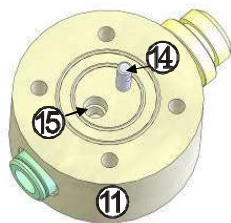
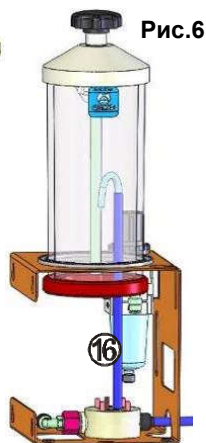

Рис.5
Рис.6
### 6.3.5 замена приемного штуцера (14), шайбы (11) (рис.5,6), для чего:
- заменить вышедшие из строя штуцер и/или шайбу, переставив в отверстие (15) трубку (16);
- установить шайбу на место и закрутить винты (рис.6).
|  | Засорение приемного штуцера (14), рис.5                              | Вынуть из основания с помощью карцанг, прочистить отверстия, установить обратно. Или обратиться в сервисный центр |